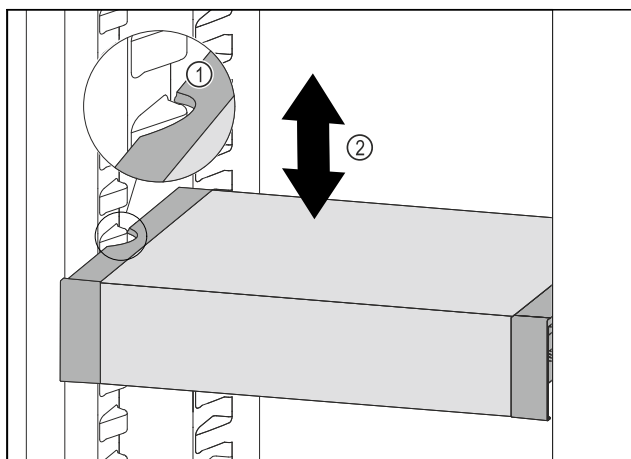

Fig. 162
- VarioSafe nach vorne ziehen, bis sich die seitlichen Aussparungen des VarioSafes auf Höhe der Behälterrippe im Kühlteil befinden. Fig. 162 (1)
- VarioSafe im Kühlteil nach oben oder unten bewegen, bis gewünschte Höhe erreicht ist. Fig. 162 (2)